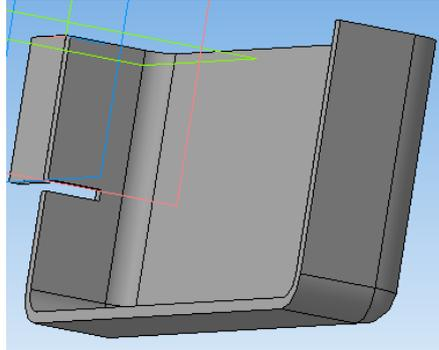

Рис. 10.
26. Укажите использовавшийся эскиз в дереве построения и включите команду *Вырезать выдавливанием*. В диалоге задайте параметры операции: *Обратное направление*, *На расстояние 10 мм*. При вводе параметров тонкой стенки выберите тип построения тонкой стенки *Наружу*. Введите *Толщину 2 мм* (рис. 10).